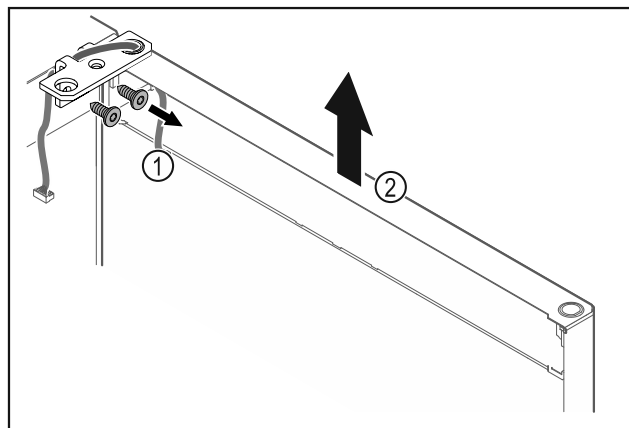

Fig. 24
- ▶ Odskrutkujte uholník závesu Fig. 24 (1).
- ▶ Zdvihnite dvere vrátane uholníka závesu Fig. 24 (2) cca 200 mm nahor a odoberte ich.